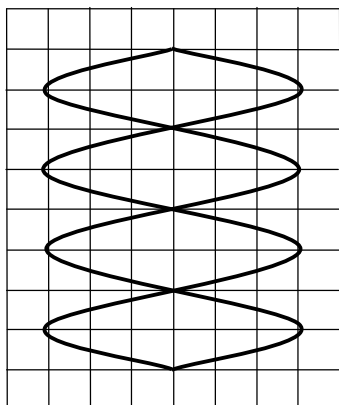

Рис. 4.
18. При измерении частоты синусоидального напряжения по методу фигур Лиссажу напряжение известной частоты было подано на вход Y, а известной – на вход X осциллографа. На экране возникла неподвижная фигура Лиссажу, показанная на рис. 4. Чему равна неизвестная частота f , если известная частота f_0 равна 100 Гц ?